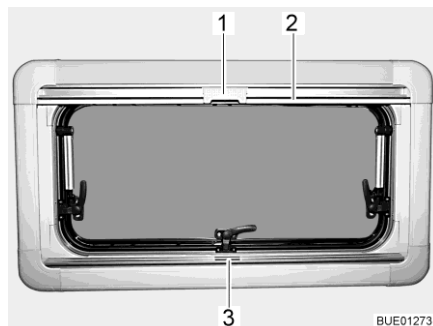
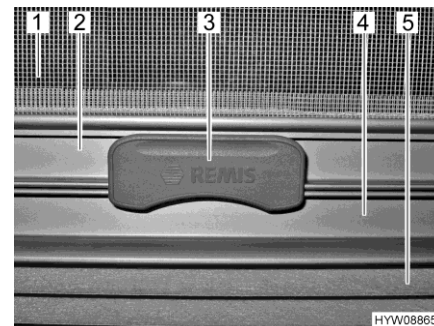

Fig. 16 Fenêtre projetante
Fig. 17 Cran
Le dispositif occultant plissé (Fig. 17,5) se trouve dans le caisson du bas.
- Saisir le dispositif occultant plissé par le centre de la barre-poignée (Fig. 16,3 et Fig. 17,4), le tirer du bas vers le haut et le relâcher à la hauteur voulue. Le dispositif occultant plissé reste alors à cette hauteur.
La moustiquaire (Fig. 17,1) se trouve dans le caisson du haut.
- Tirer la moustiquaire par la barre-poignée (Fig. 16,2 et Fig. 17,2) vers le bas jusqu'à ce qu'elle entre en contact avec celle du dispositif occultant plissé (Fig. 17,4).
- Verrouiller le cran (Fig. 16,1 et Fig. 17,3) de la moustiquaire avec la barre-poignée du dispositif occultant plissé. Quand le cran est verrouillé, le dispositif occultant plissé et la moustiquaire peuvent être réglés en même temps.
- Presser le cran (Fig. 17,3) en haut de la moustiquaire.
- Ramener lentement la moustiquaire en arrière au moyen de la barre-poignée (Fig. 16,2).